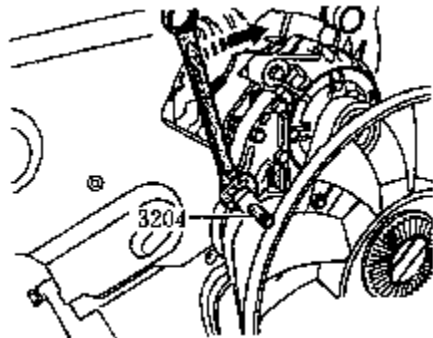
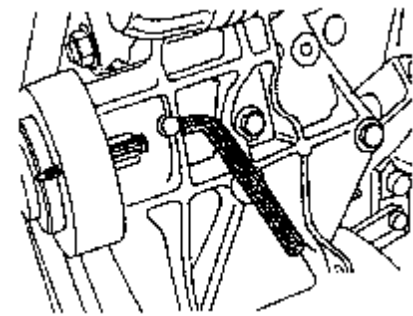

图 4-15 皮带张紧器
图 4-16 拆卸多楔皮带
(18) 松开多楔皮带，沿图 4-15 所示箭头方向转动皮带张紧器。用 3204 销钉将皮带张紧器固定就位，从发电机皮带轮上拆下多楔皮带。拆下 3204 销钉。用一个 M5×60mm 螺栓将风扇皮带轮固定就位（图 4-16），用一个 8mm 内六角板手拆下皮带轮及风扇，拆下多楔皮带。